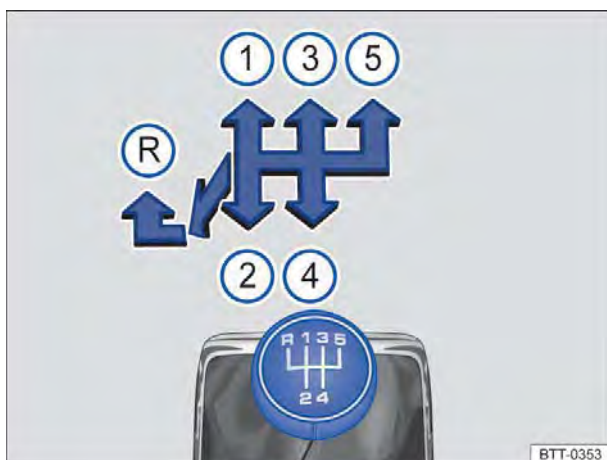
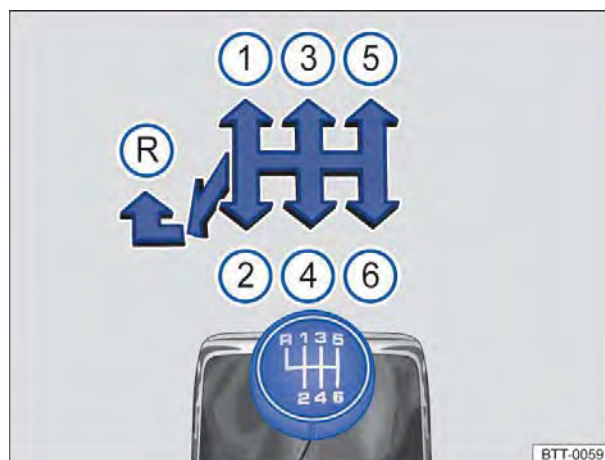

Fig. 141 Esquema de troca de marchas da transmissão manual de 5 marchas.
Fig. 142 Esquema de troca de marchas da transmissão manual de 6 marchas.
As posições de cada marcha estão representadas na alavanca da transmissão ⇒ **Fig. 141** ou ⇒ **Fig. 142**.
- Empurrar a alavanca da transmissão totalmente para a esquerda e depois para frente até a posição da marcha a ré ⇒ **Fig. 141**  ou ⇒ **Fig. 142** .